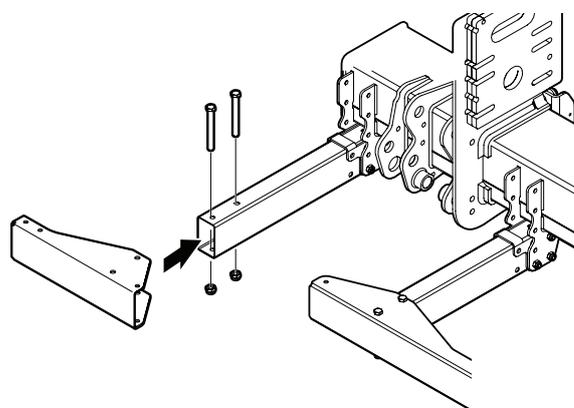

Figura 31. Montaje de perfil de chapa externo
4. Monte los perfiles exteriores de chapa metálica con 2 tornillos M12x110 cada uno. Consulte Figura 31.